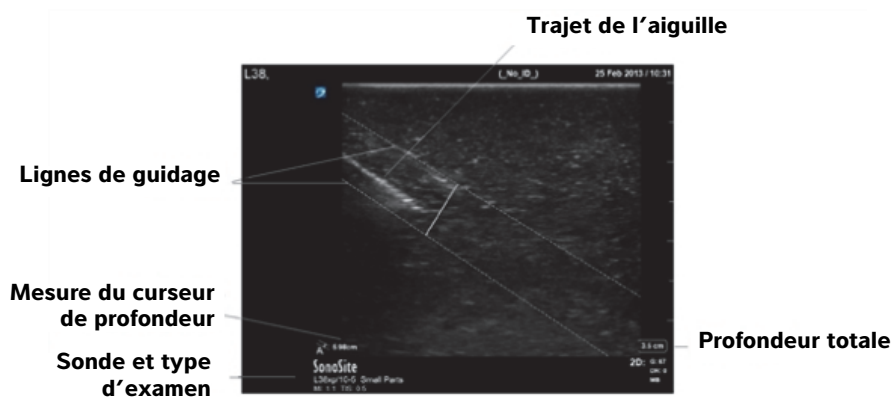
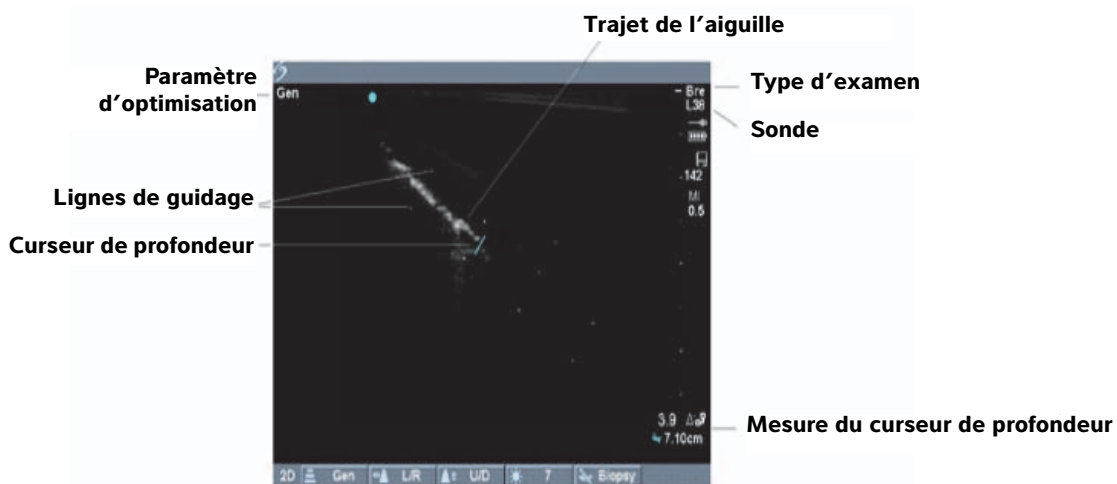

Figure 3 Guides dans le plan sur l'échographe SonoSite X-Porte
Figure 4 Guides dans le plan sur l'échographe MicroMaxx ou TITAN
- 8 Vérifier que l'aiguille, telle que représentée à l'écran de l'échographe, suit un trajet situé entre les lignes de guidage. Voir Figure 3, « Guides dans le plan sur l'échographe SonoSite X-Porte », page 57 et Figure 4, « Guides dans le plan sur l'échographe MicroMaxx ou TITAN », page 58.
Remarque: La mesure du curseur de profondeur indiquée sur l'échographe représente la distance entre l'extrémité de l'aiguille et l'origine du guide-aiguille. Voir Figure 3 et Figure 4.